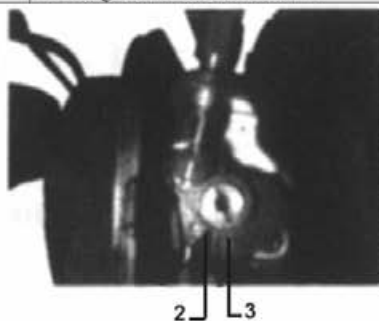

Fig.E8
3. Al obtener un huelgo de 6 mm, apriete las dos tuercas del cable del acelerador de 10 mm. Una vez ajustado el cable del acelerador, al pulsar totalmente el gatillo del acelerador (al máximo), el acelerador tocará el tope situado en el cuerpo del acelerador. Véase la Fig.E8